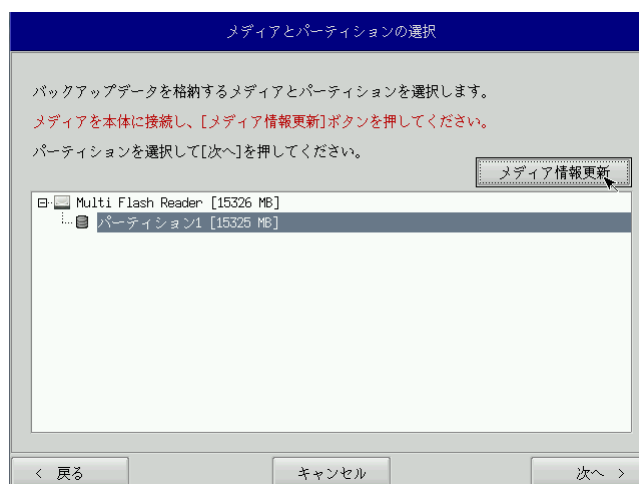

図 6-3-1. メディアとパーティション選択画面
- ⑤ メディアとパーティション選択画面 (図 6-3-1) が表示されます。本体にメディアを接続し、[メディア情報更新] ボタンを押してください。バックアップファイルを保存するメディアのパーティションを選択し、[次へ] ボタンを押します。